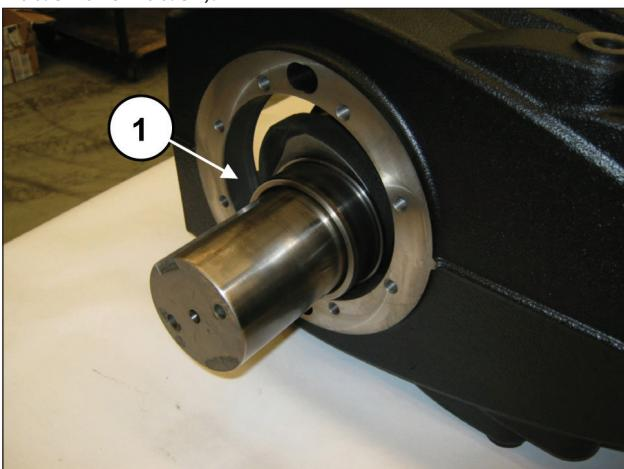
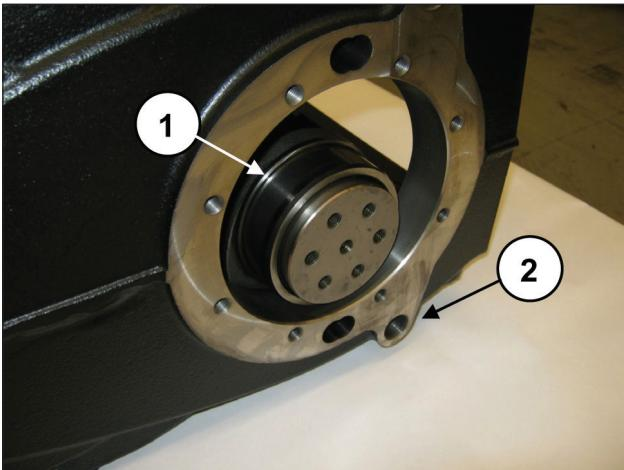

Abb. 51
Abb. 52
**Bauen Sie die Kurbelwelle unbedingt mit der Zapfwellenseite entgegengesetzt zu den Bohrungen G1/2" für die Ölablassverschlüsse des Pumpengehäuses ein (Pos. ②, Abb. 52).**
Führen Sie die Welle vollständig in das Gehäuse ein (Pos. ①, Abb. 51 und Abb. 52).